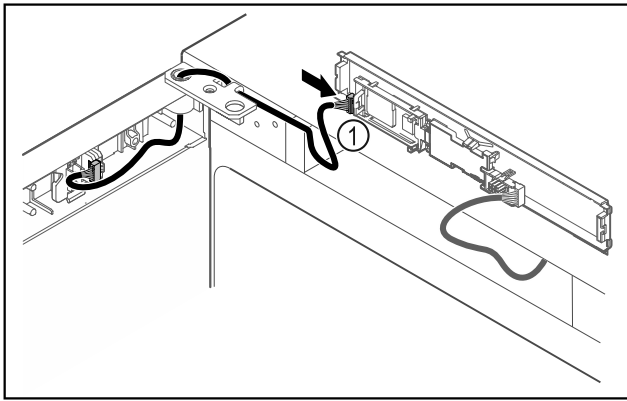

Fig. 44
- ▶ Collegare il connettore Fig. 44 (1) sulla scheda.